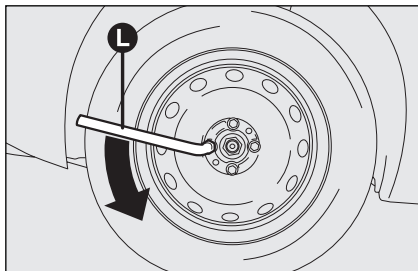

Рис. 5
□ используя гаечный ключ **L**, **рис. 5** ослабьте болты крепления примерно на один оборот; если автомобиль укомплектован колесными дисками из легкого сплава, покачайте автомобиль, чтобы облегчить снятие этих дисков со ступицы колеса;